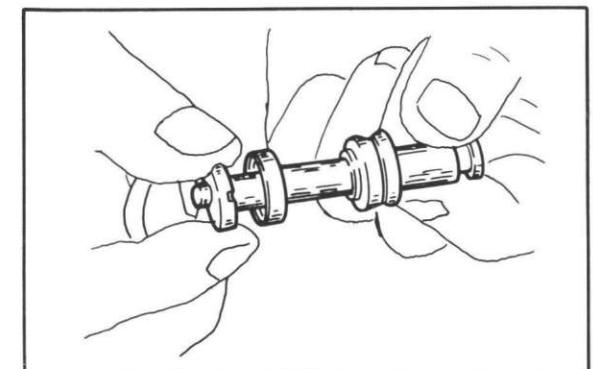

Fig. 5-3-27
- 9) Remove the E clip, and remove the cylinder cup retainer. (Fig. 5-3-27)
- 9) Enlever l'attache en "E" et retirer la bague de retenue de la coupelle de piston. (Fig. 5-3-27)
- 9) Seegerring E abziehen und Halterung der Zylindermanschette abnehmen. (Abb. 5-3-27)